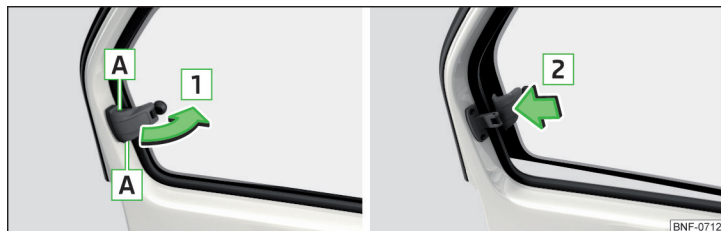

Рис. 35 Відчинення / зачинення задніх вікон
- Для **відкриття** взятися за запобіжник у виїмці **A** » Рис. 35,